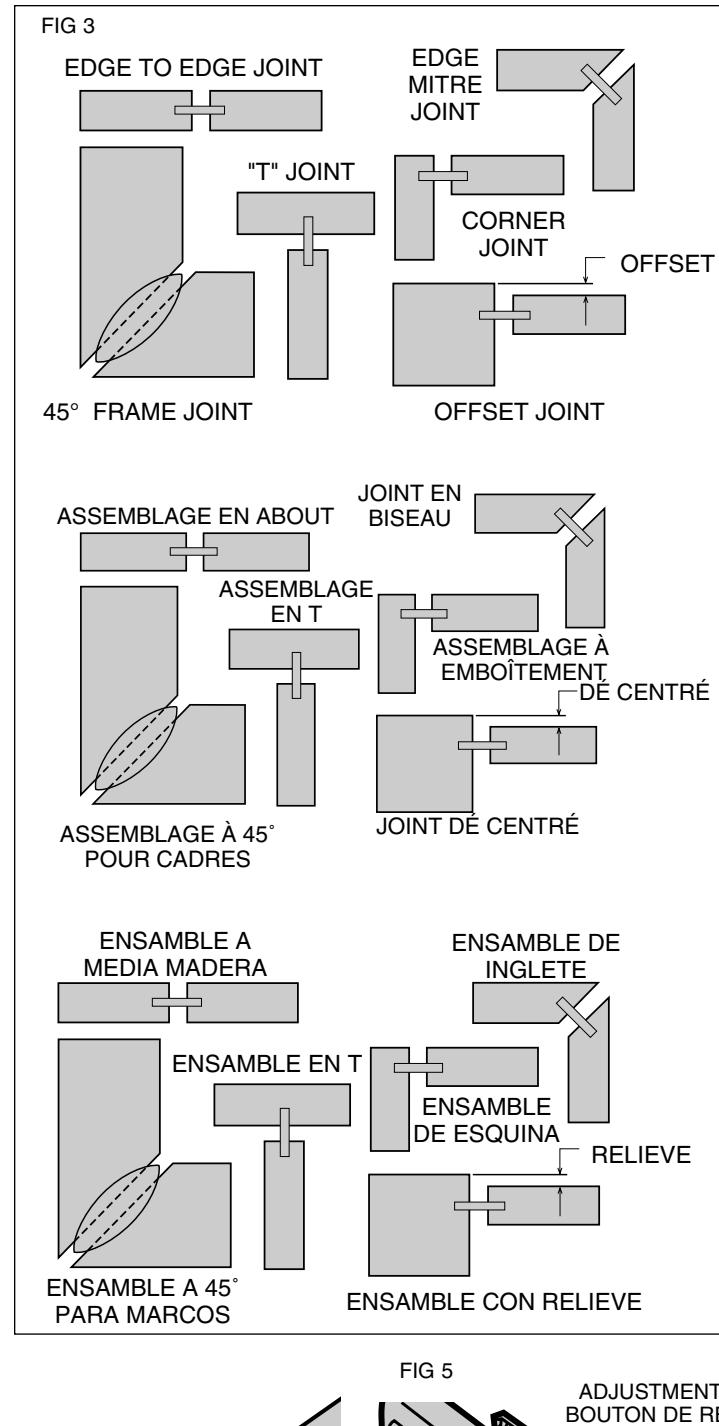

FIG 4
- Reinstall the blade by reversing the steps above. Be sure blade teeth point counterclockwise as shown in Figure 4.
6. Réinstaller la lame en répétant les étapes précédentes dans l'ordre inverse. S'assurer que les lames de la lame vont dans le sens antihoraire, comme l'illustre la figure 4.